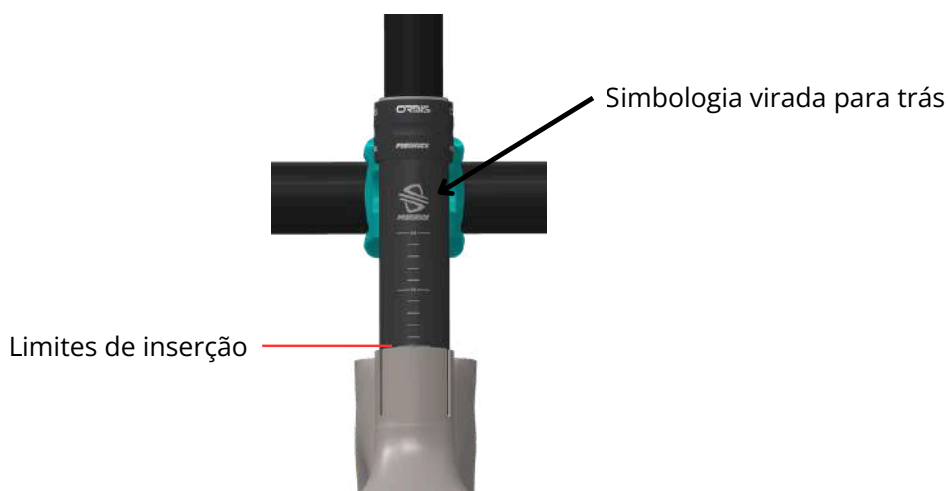

figura 7
- **Inserção Inicial:** Insira o canote Orbis no quadro respeitando o limite de inserção mínimo. A simbologia do canote deve estar virada para trás (figura 7).